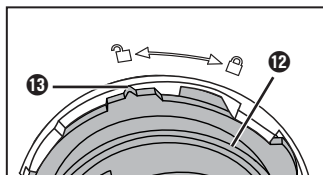

Fig. 6
- 2) Retire la tapa ②: Presione el desencastre ⑬ y tire de la tapa ② del mango ③ hacia arriba para desmontarla.
- 3) Gire la fijación del disco moldeador ⑭ en sentido antihorario hacia el símbolo ⑭ y desmóntela.
- 4) Retire el disco moldeador ⑧.
- 5) Retire el panel frontal ⑮. Para ello, tire ligeramente hacia delante del recipiente para la masa ⑮ para extraerlo de la base del aparato hasta que pueda retirar el panel frontal ⑮ del recipiente para la masa ⑮.
- 6) Gire el soporte ⑫ en sentido antihorario hasta que la marca ⑬ del soporte ⑫ apunte hacia el símbolo ⑭ del recipiente para la masa ⑮ (fig. 6). Retire el soporte ⑫ con el eje de amasado ⑩.